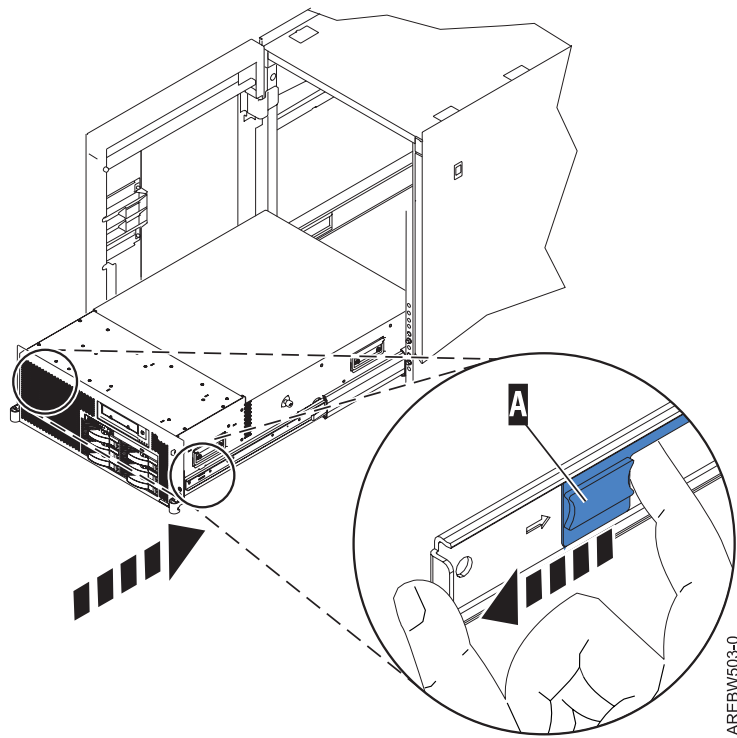

Figure 6. Guide intérieur étendu
9. Appuyez simultanément sur les taquets de sécurité et enfoncez l'unité centrale dans l'armoire jusqu'à ce qu'elle soit solidement en place, comme indiqué dans la figure 6.